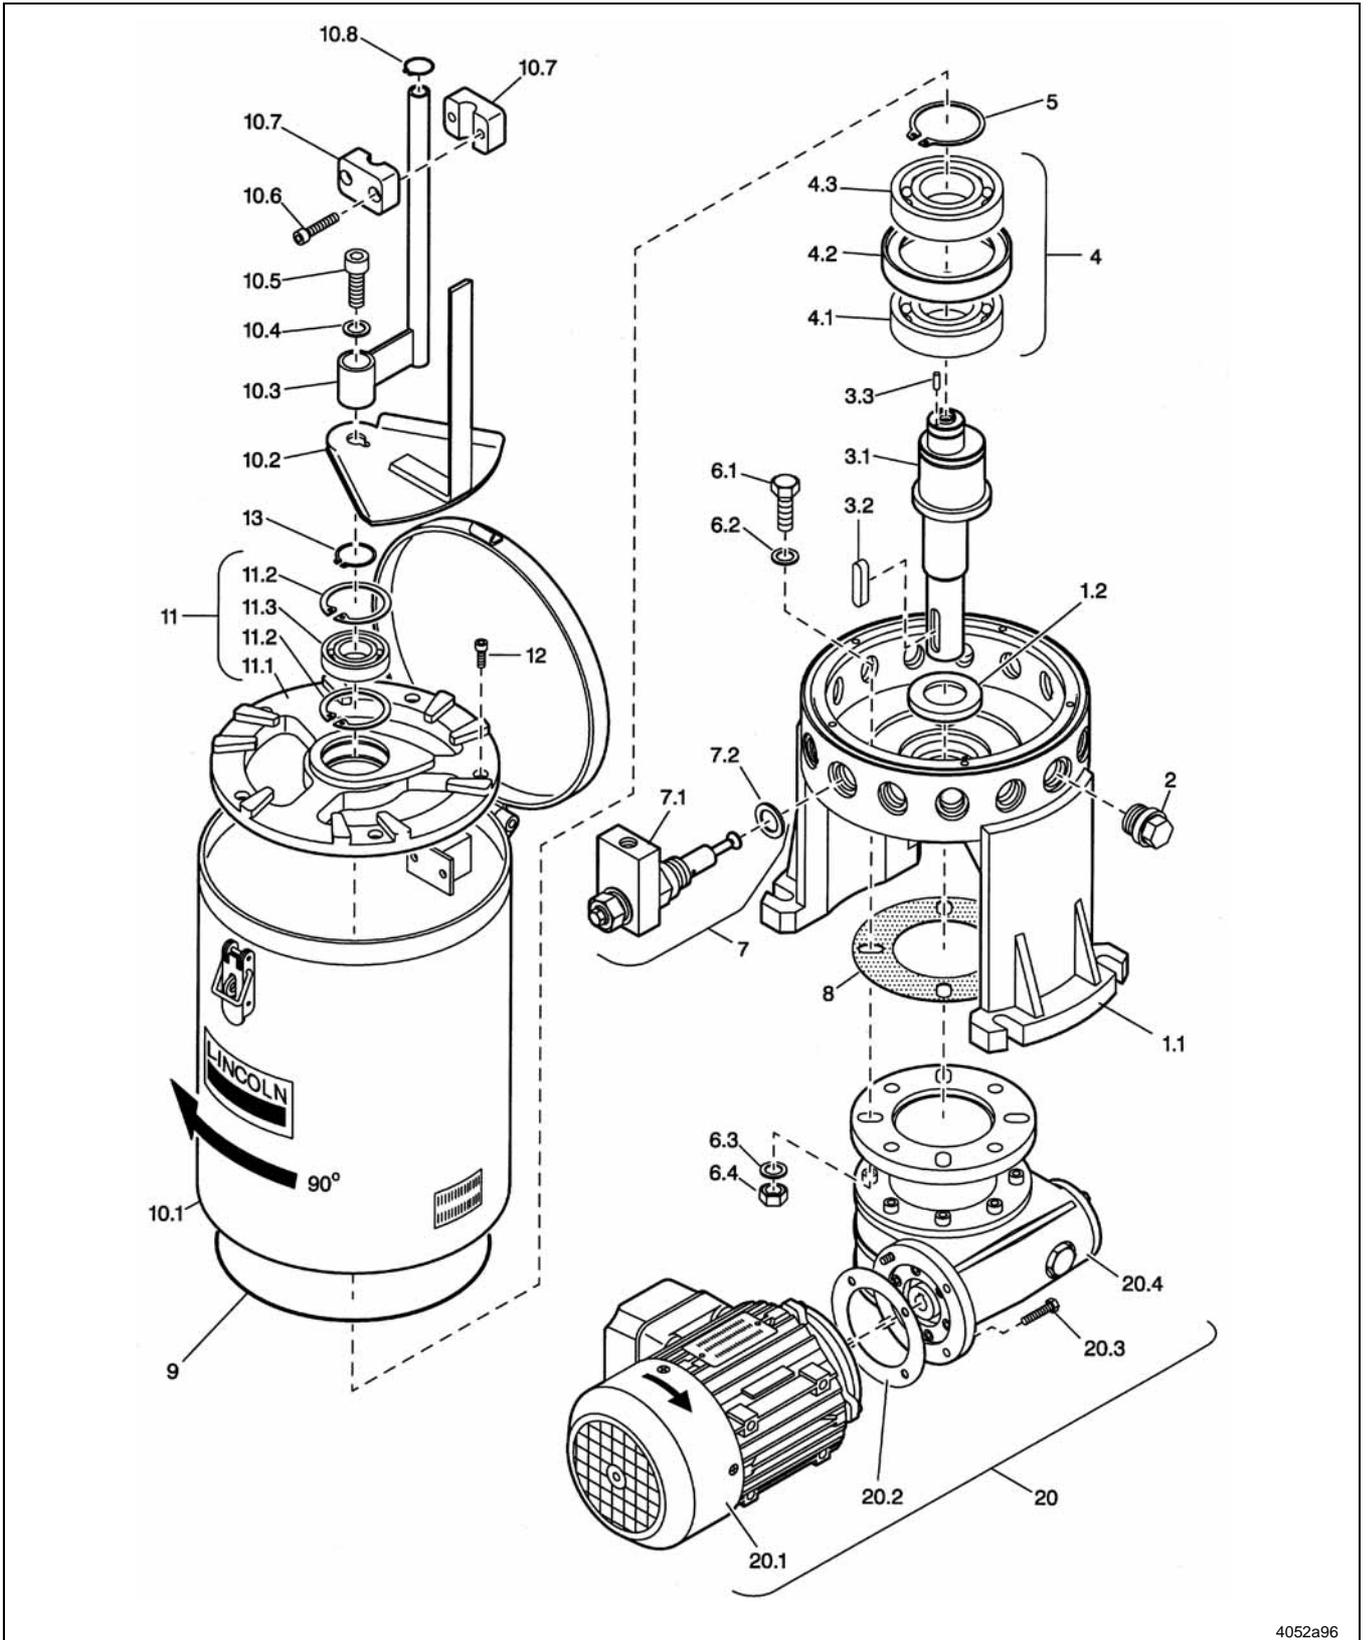

Abb. 11 Einzelteile der Pumpe 215
- 1.2, 6.2, 8, 9 aus Abb. 11, Seite 15